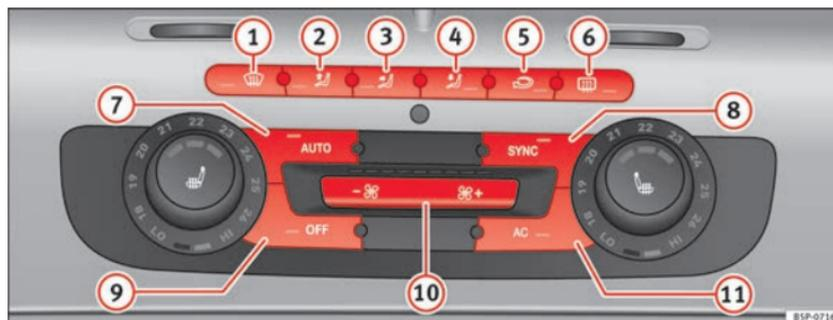

Fig. 136 Mandos del 2C-Climatronic en el tablero de instrumentos.
- Para activar el modo manual pulse una de las teclas ⇒ fig. 136 (1) al (5), o pulse las teclas de la turbina (10). La función seleccionada aparecerá en el display de la radio o del navegador.
- Pulse la tecla **☺** ⇒ fig. 136 **②** para conectar o desconectar la recirculación de aire. Está conectada si en el display aparece el símbolo **☺**.